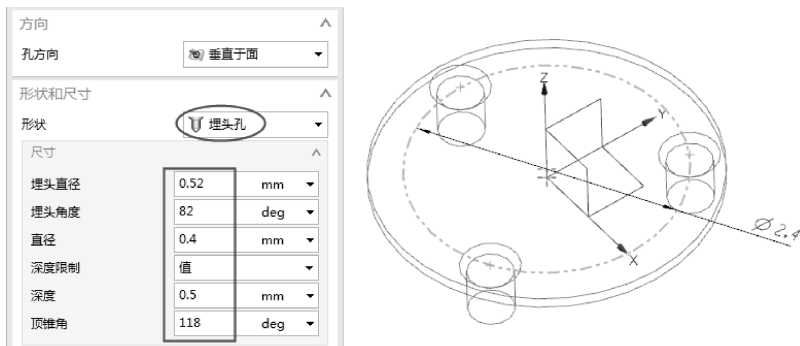

图 3-70 设置孔形状与尺寸参数
- 04 在【孔】对话框的【形状和尺寸】选项区中选择【埋头孔】成型选项，接着在【尺寸】选项区中输入如图 3-70 所示的参数值，按下【Enter】键。